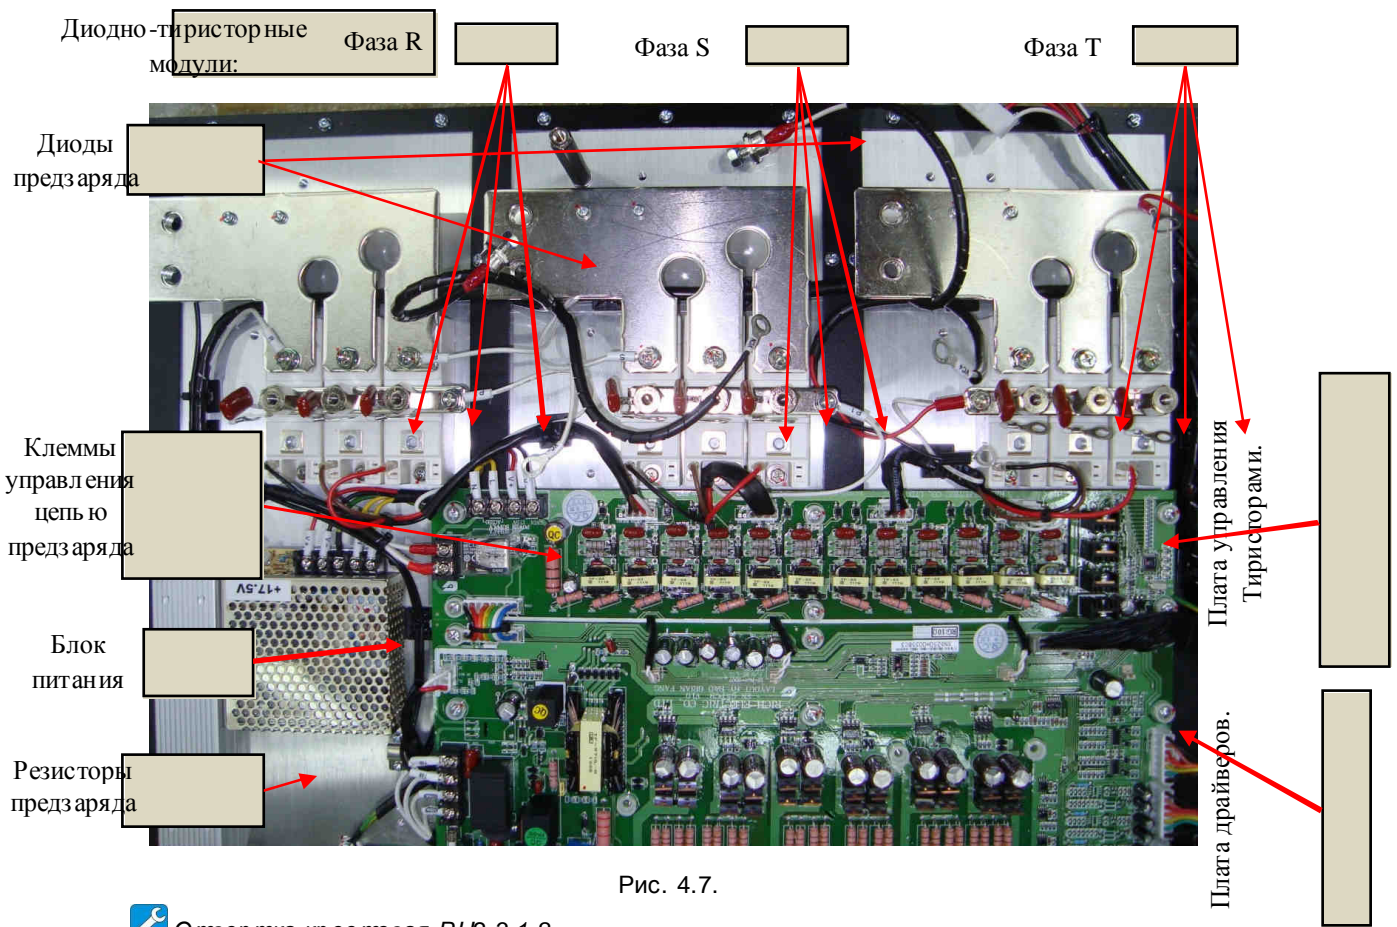

Рис. 4.7.
4.8.2.1. Демонтировать пульт управления, плату ЦП, плату варисторов и блок конденсаторов в соответствии с разделом 5. Расположение диодно-тиристорных модулей показано на рис. 4.7.